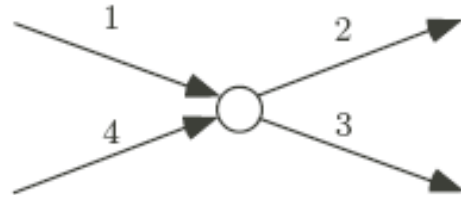

Figure 9 : Introduction d'une contrainte.
**Exemple** : supposons que la tâche 1 précède les tâches 2 et 3 et que la tâche 4 précède la tâche 3. On pourrait tracer le graphe de la figure 9.